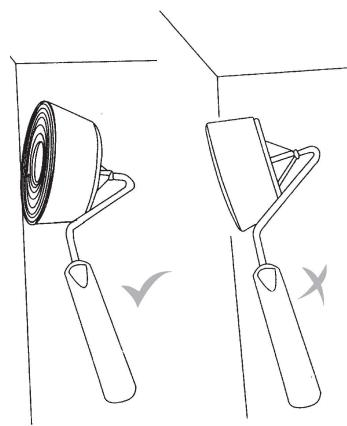

Fig.9
8. Al pintar, asegúrese de que el cabezal del bordeador está inclinado con respecto a la pared adyacente y de que la esponja está completamente asentada sobre la pared pintada (Fig. 9).